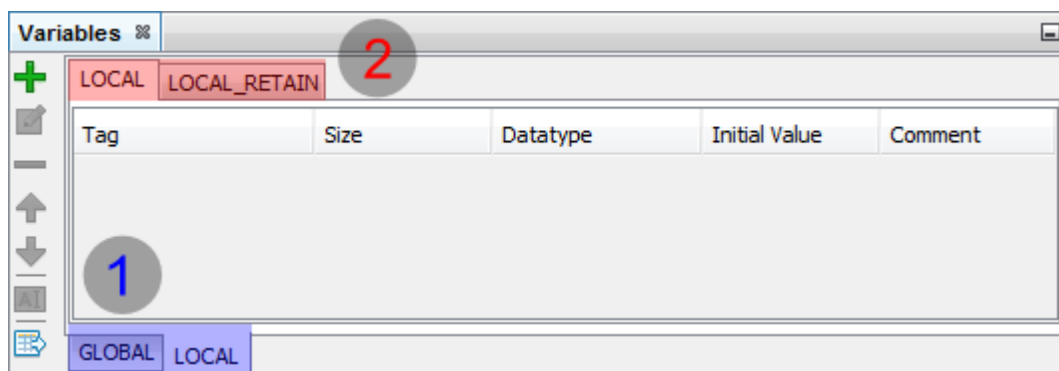

Figura 2 - Editor de Variáveis para o Escopo LOCAL
As variáveis do escopo (1) **LOCAL** apresentam os grupos (2), conforme figura 2.